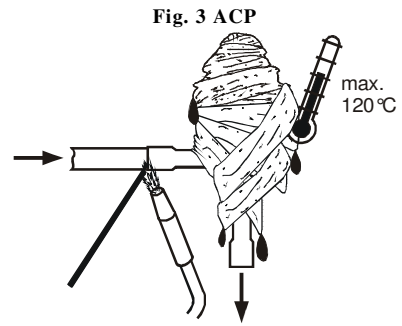

Fig. 4
- Полностью сбросьте давление. После сброса давления регулятор серии CPHE можно разобрать, удалить и заменить составные части (рис.4). Сборку осуществляйте в обратной последовательности.